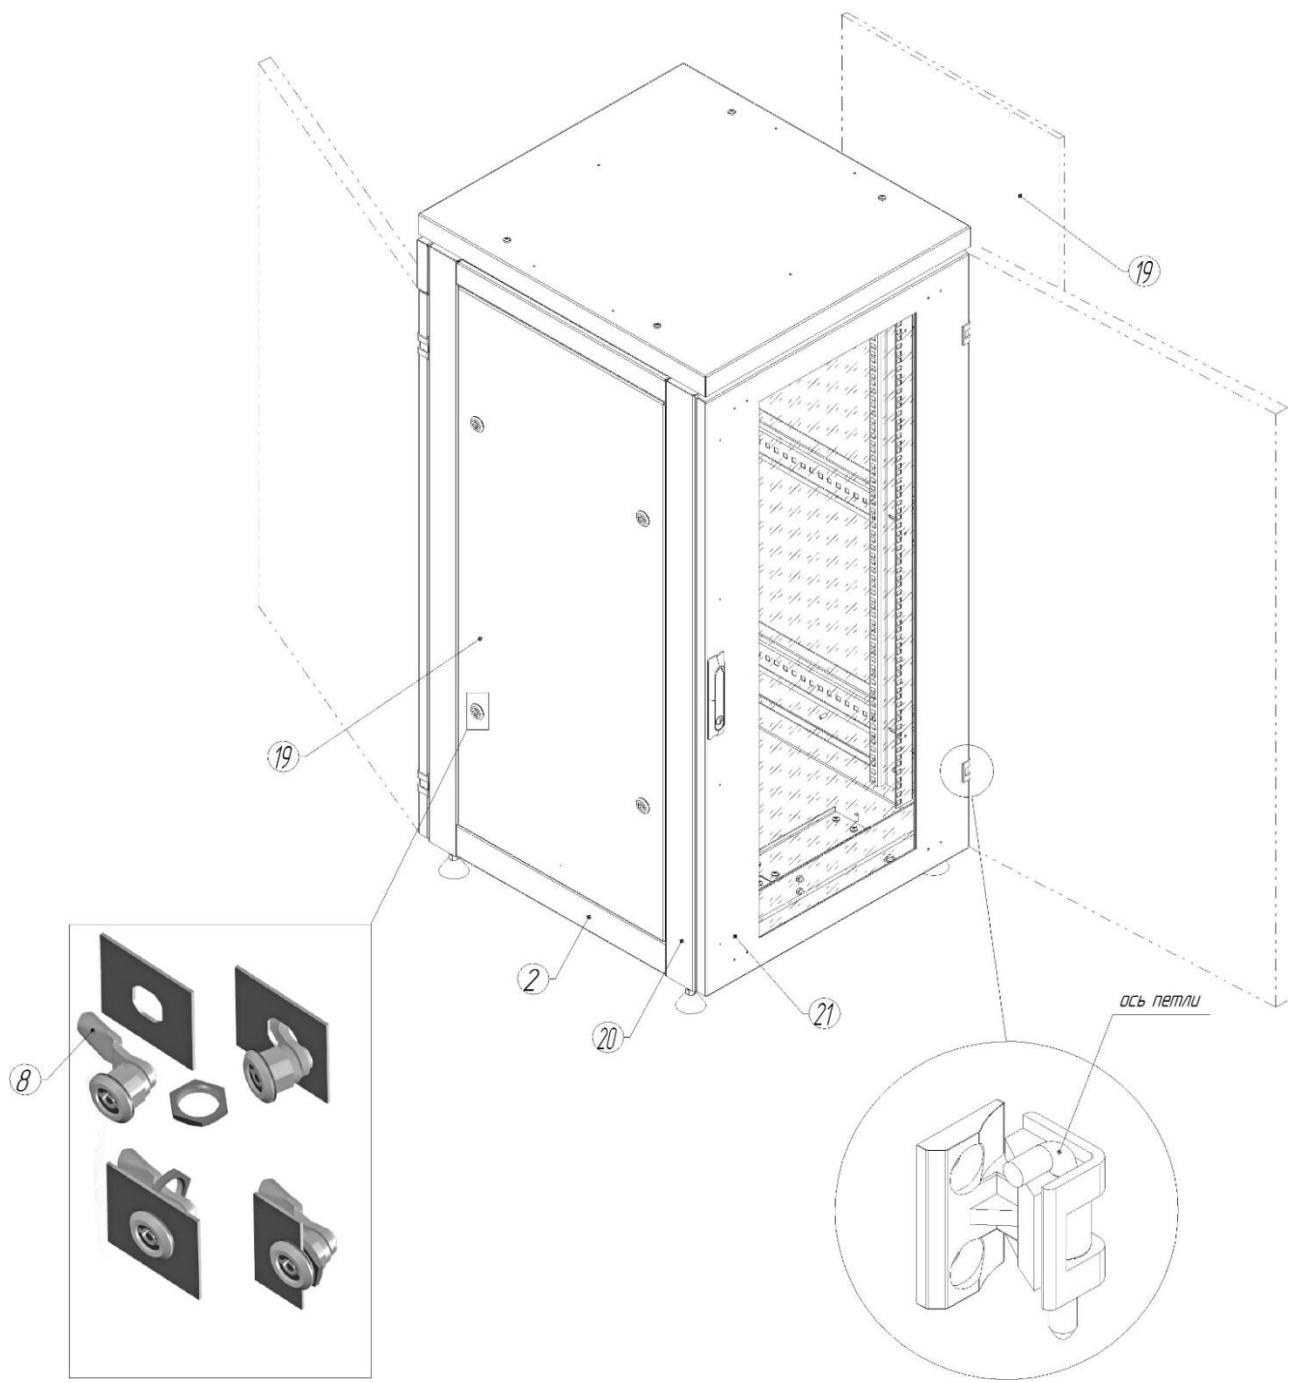

Рис.6
6.6 - навесить дверь переднюю (21) на раму переднюю (20), для чего соединить 2 части петли и зафиксировать Г - образной осью. см. рис. 6